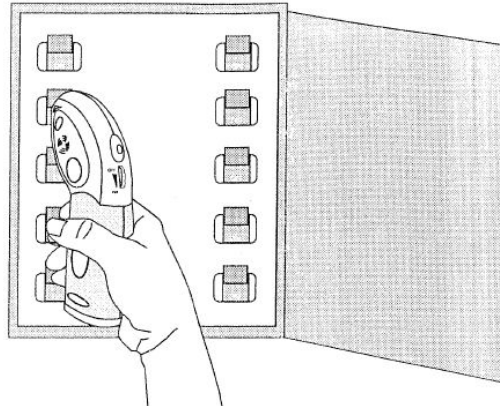

Fig. 4
1. Póngase delante del cuadro de interruptores y sostenga el receptor verticalmente colocando la superficie plana de su extremo delgado directamente en el interruptor o fusible (fig. 4). Desplace lentamente el receptor de arriba hacia abajo, de izquierda a derecha, sobre la fila de interruptores o fusibles. El receptor emitirá una señal sonora y su LED verde parpadeará cuando detecte la señal del emisor. Reduzca la sensibilidad del receptor, si es necesario, para localizar el interruptor (o el fusible) que protege el circuito.